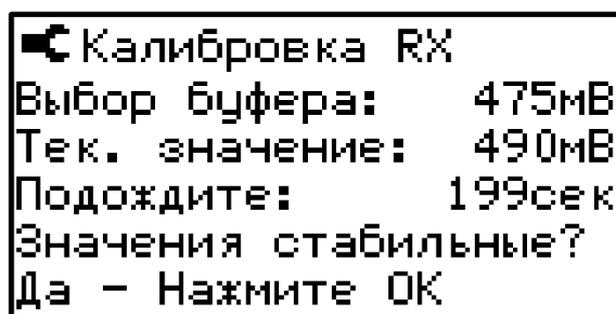

Рисунок 6.1. Процесс калибровки датчика (2/3).
3. Ожидайте 200 секунд, на экране отобразится таймер (Рисунок 6.1);